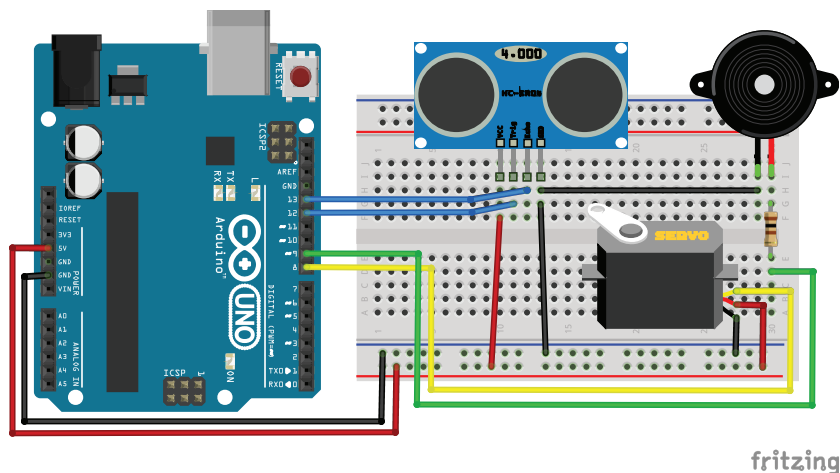

Рис. 23.2. Схема соединения элементов для звуковой сигнализации
В нашем эксперименте мы создадим звуковую сигнализацию, которая будет включаться при приближении к плате Arduino на расстояние меньше 1 м. Датчик размещен на вращающемся кронштейне, прикрепленном к сервоприводу и контролирует пространство с углом обзора  $180^\circ$ . Если датчик обнаруживает объект в радиусе 1 м, подается звуковой сигнал на пьезоизлучатель, вращение сервопривода прекращается. Схема соединения элементов представлена на рис. 23.2.
2. Подключаем датчик HC-SR04, пьезозуммер и сервопривод к плате Arduino по схеме на рис. 23.2.